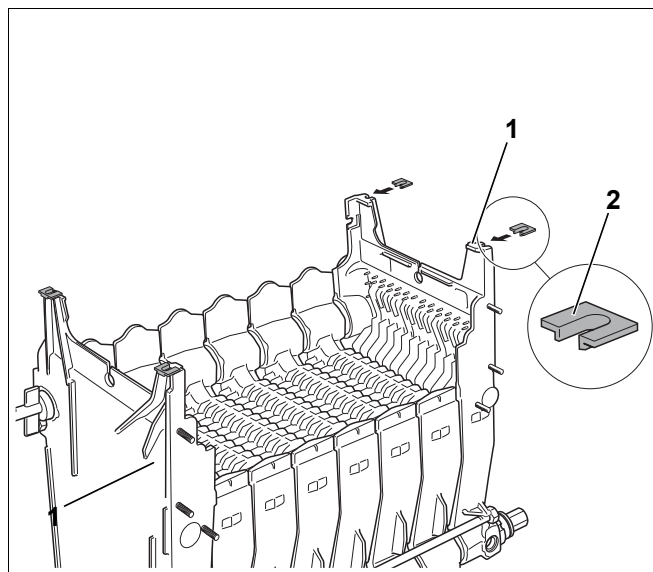

Рис. 10 Установка опорных башмаков
- Наденьте опорные башмаки на опоры (Рис. 10, стр. 11).